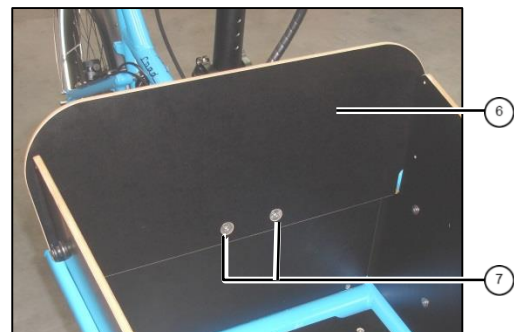

Abb. 3: Cargo-Rückwand
5. Cargo-Rückwand ^⑥ mit Senkkopfschrauben ^⑦ montieren (siehe Abb. 3).